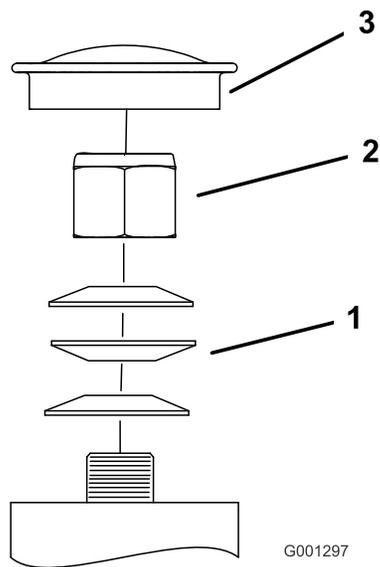

Figura 60
- Retire el tapón anti-polvo de la rueda giratoria y apriete la contratuerca (Figura 60).
- Apriete la contratuerca hasta que las arandelas de muelle estén planas, luego afloje 1/4 de vuelta para establecer la pre-carga correcta de los cojinetes (Figura 60).
- Importante:** Asegúrese de que las arandelas de muelle están correctamente instaladas, según muestra Figura 60.
- Coloque el tapón guardapolvo (Figura 60).